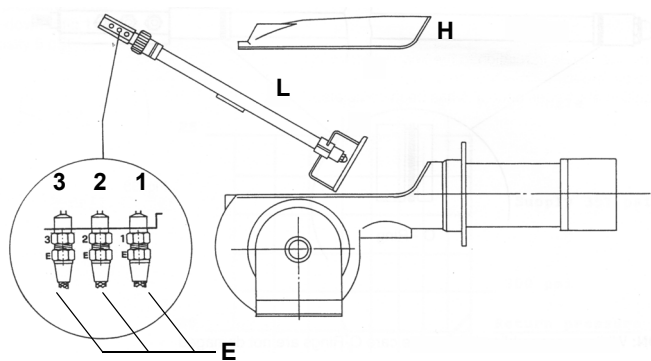

Рис. 23
- Открутить мазутные соединительные детали Е, которые крепят мазутные шланги к фурме, и снять полностью весь узел, как показано на Рис. 23.